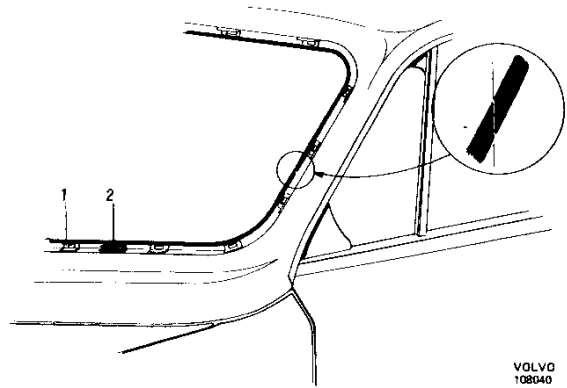

Abb. 49 Fugenschnitt für Butylklebeband sowie Anbringung der Abstandklötze
7. Das Butylklebeband ist frühestens 10 Minuten und spätestens 1 Stunde nach Auftragen des Leimhilfsmittels in der Frontscheibenöffnung anzubringen. Das Klebeband wird dabei mit anhaftender Schutzfolie um die ganze Frontscheibenöffnung herum ausgerollt. Die Enden sollen schräg geschnitten an einem Dachpfosten zusammenstoßen, siehe Abb. 49. Das Klebeband läßt sich am besten mit einem angewärmten Messer schneiden.